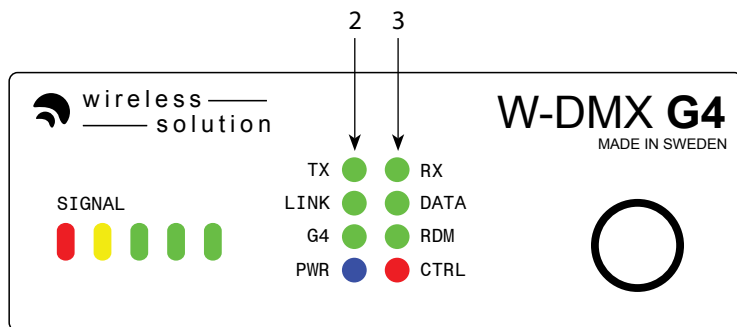

Fig.5
La modalità è cambiata. Gli indicatori LED segnalano la modalità corrente (fig.5): trasmettitore TX (2) o ricevitore RX (3).